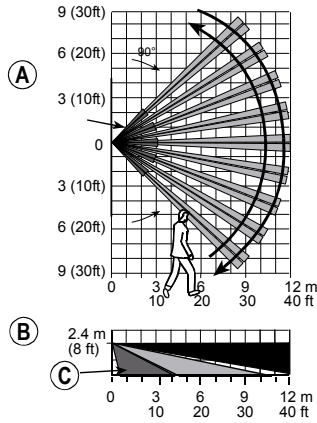

Fig. 2. Diseño y Prueba de Cobertura
- Test de cobertura del área – ver fig. 2. Acceda al otro extremo del diseño de cobertura en ambas direcciones. El LED rojo se ilumina cada vez que detecta su movimiento seguido por 3 parpadeos. La siguiente tabla indica la intensidad de señal recibida.